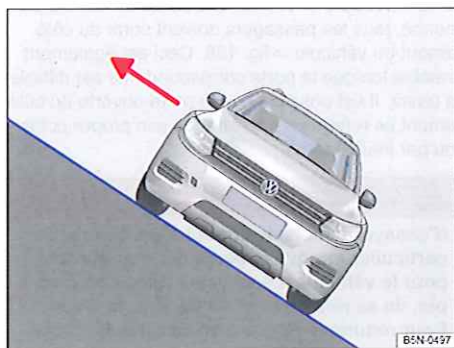

Fig. 188 En dévers, sortez du véhicule toujours du côté amont.
Si le véhicule s'arrête sur une pente en dévers prononcé, tous les passagers doivent sortir du côté amont du véhicule ⇒ fig. 188. Ceci est également valable lorsque la porte correspondante est difficile à ouvrir. Il est possible que la porte ouverte du côté amont se referme sous l'effet de son propre poids ou par inadvertance.
- Si le véhicule s'arrête en dévers prononcé sur une pente, personne ne doit jamais sortir du véhicule par les portes orientées du côté aval. Ce qui risque de provoquer un déplacement du centre de gravité global. Le véhicule peut alors se renverser ou faire un tonneau et dévaler la pente. Pour éviter cela, quittez toujours le véhicule prudemment côté amont ⇒ fig. 188.